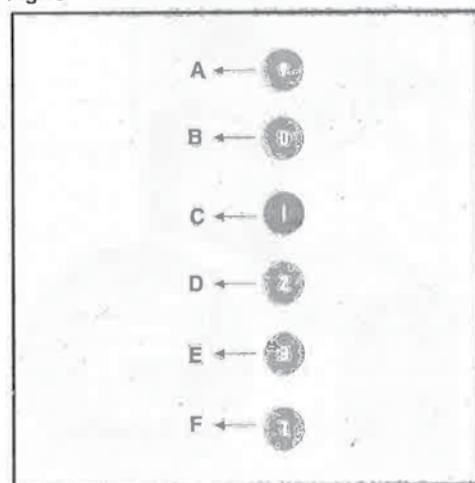

Fig.14
• **COMANDI: - LUMINOSI** (Fig.14) la simbologia è di seguito riportata: